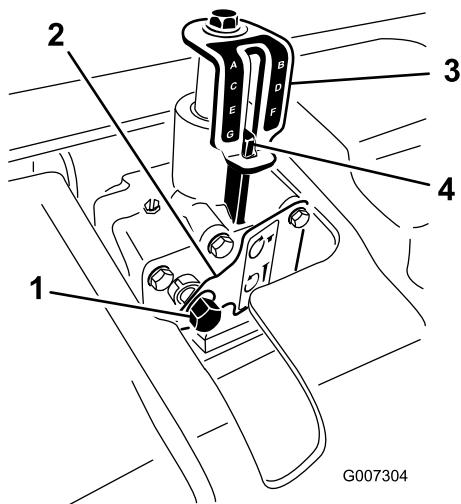

Рисунок 24
3. Установите головку 9/16 дюйма с храповым механизмом на входной вал устройства регулировки глубины (Рисунок 24).
5. Поворачивайте устройство регулировки глубины по часовой стрелке для уменьшения глубины аэрации или против часовой стрелки для ее увеличения. (Рисунок 24).
6. Поворачивайте входной вал устройства до достижения требуемой глубины аэрации, как показано на наклейке с указателем глубины (Рисунок 24).